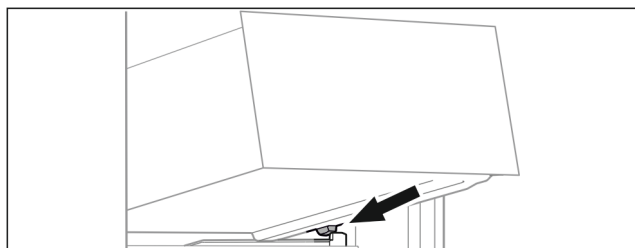

Fig. 71
- ▶ Schubfach schräg hinter den Stopper auf Behälterrippe aufsetzen. (siehe Fig. 71)